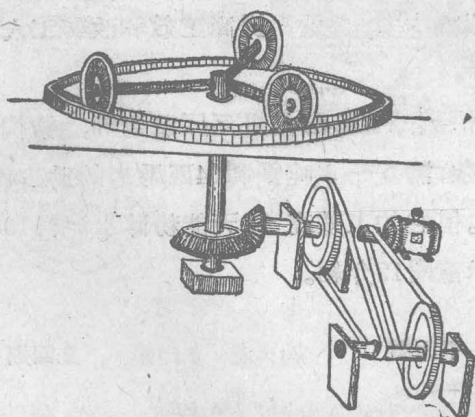

图12. 电动多輪快碾
2.多輪快碾: 它是湘潭机瓦厂制造的,結構較一般石碾和多輪鉄碾复杂,需5—6吨鉄和14匹馬力的动力傳动,因此,推广受到限制。但它的工效高,每天能粉碎水泥料10,000—14,000斤,故仍以示意图12介紹。